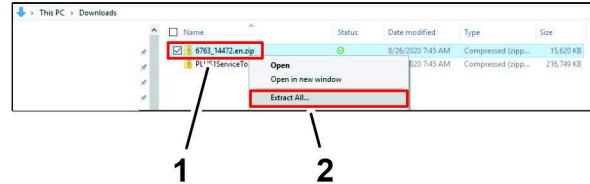

Bild 34
1. Öffnen Sie das Download-Verzeichnis auf Ihrem Laptop und klicken Sie mit der rechten Maustaste auf die Verknüpfung 6763_14472.de.zip, und klicken Sie im Dropdown-Menü auf die Verknüpfung Alle extrahieren... (Bild 34).